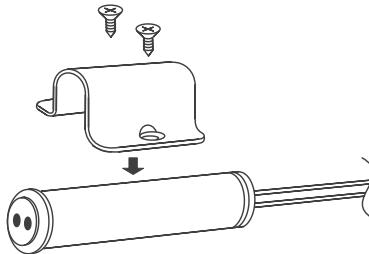

Рис. 1. Крепление датчика.
- 3.2. Закрепите датчик в месте установки, руководствуясь схемой крепления [рис. 1].